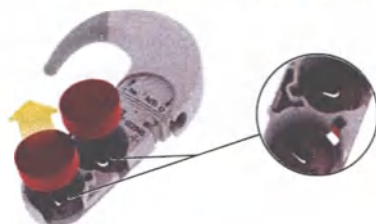

Рис. 40 Извлечение батарей аудиопроцессора
4. Извлеките комплект отработанных батарей при помощи магнита передатчика. Для этого поднесите центр передатчика его нижней стороной отдельно к каждой батарее. Старайтесь не касаться контактов батарей (см. рис.40).